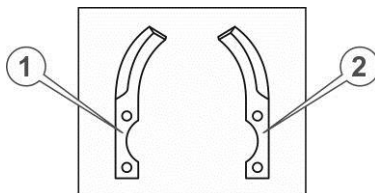

Рисунок 11. – Ножи ґрунтофрези
3. Взяти з комплекту ґрунтофрези по одному лівому і правому ножу (див. рисунок 11)
4. Притулити приготовані ножі (наприклад, поз. 2 та поз. 3 на рисунок 11.) до кріпильного квадрата маточини уздовж двох суміжних сторін цього квадрата у такий спосіб, щоб квадрат опинився всередині загинів ножів,
загострені частини ножів були спрямовані в напрямку обертання (як зазначено стрілкою на рисунок 11.), кріпильні отвори ножів збіглися з отворами квадрата, водночас кінцевий отвір одного ножа (поз. 3) збігся із серединним отвором іншого ножа (поз. 2). Утримуючи ножі в такому положенні, вставити в отвір болт, надіти шайби та наживити гайку.